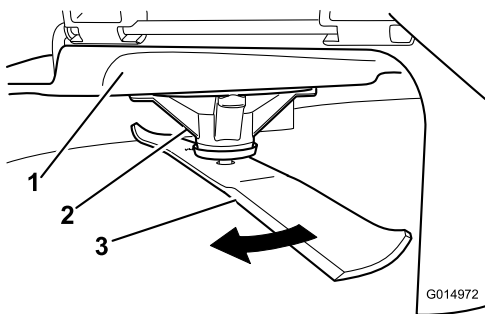

Figura 58
2. Purtați mânuși cu protecție corespunzătoare sau alte protecții adecvate pentru mâini și roți încet lama într-o poziție care vă permite să măsurați distanța dintre marginea de tăiere și suprafața uniformă pe care se află maina (Figura 58).